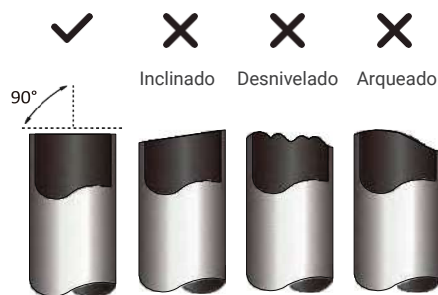

Fig. 5.1
3. Asegúrese de que la tubería queda cortada perfectamente a 90°. Vea la Fig. 5.1 para ejemplos de cortes incorrectos.